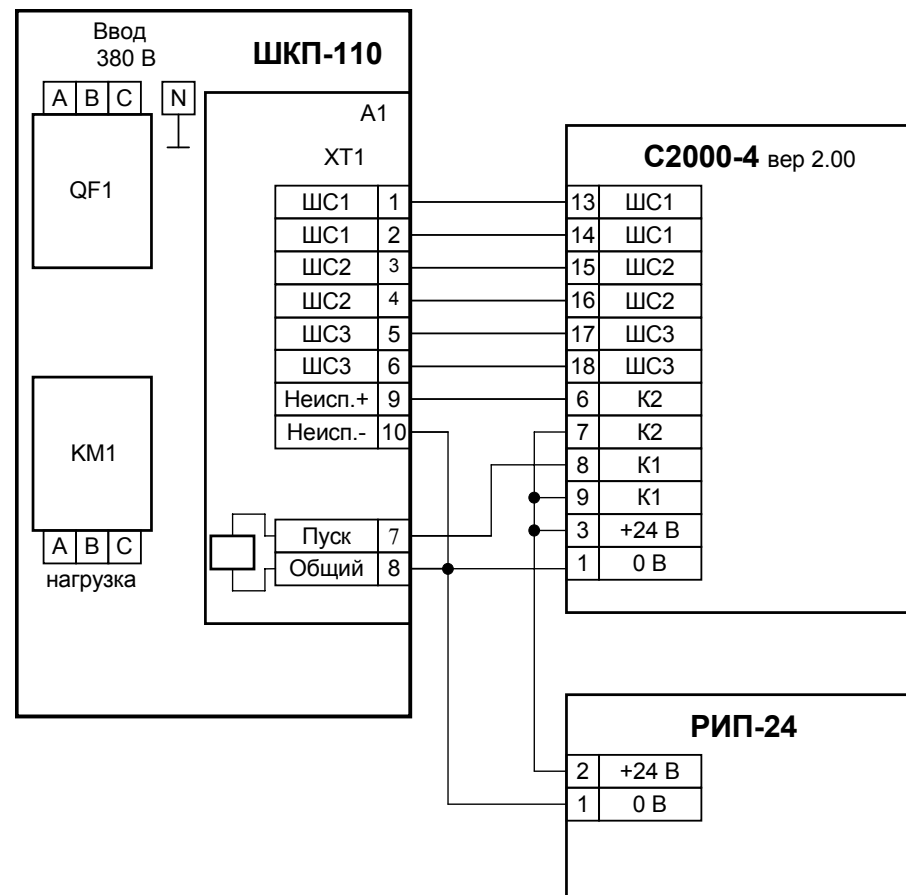

Рисунок 2 Пример подключения шкафа «ШКП-110» к прибору «С2000-4»
- 3) Подключить к шкафу провода питающего сетевого напряжения, цепей нагрузки и контроля состояния согласно схеме электрической рис. 2.